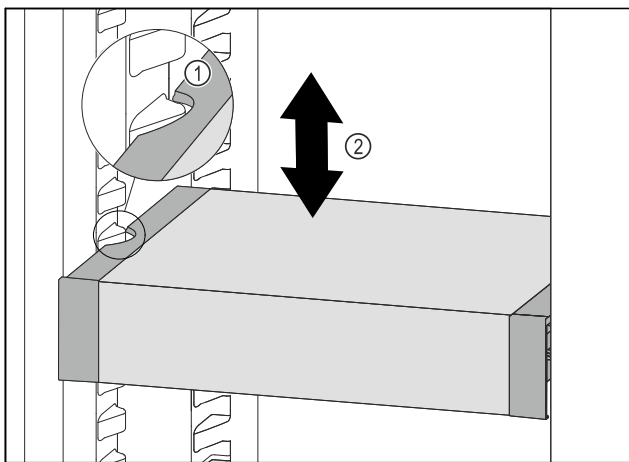

Fig. 91
- ▶ Predal VarioSafe povlecite v smeri naprej, dokler nista stranska izreza predala VarioSafe na višini nastavka za posodo v hladilniku. Fig. 91 (1)
- ▶ Predal VarioSafe premikajte v hladilniku gor ali dol, dokler ne dosežete zelene višino. Fig. 91 (2)